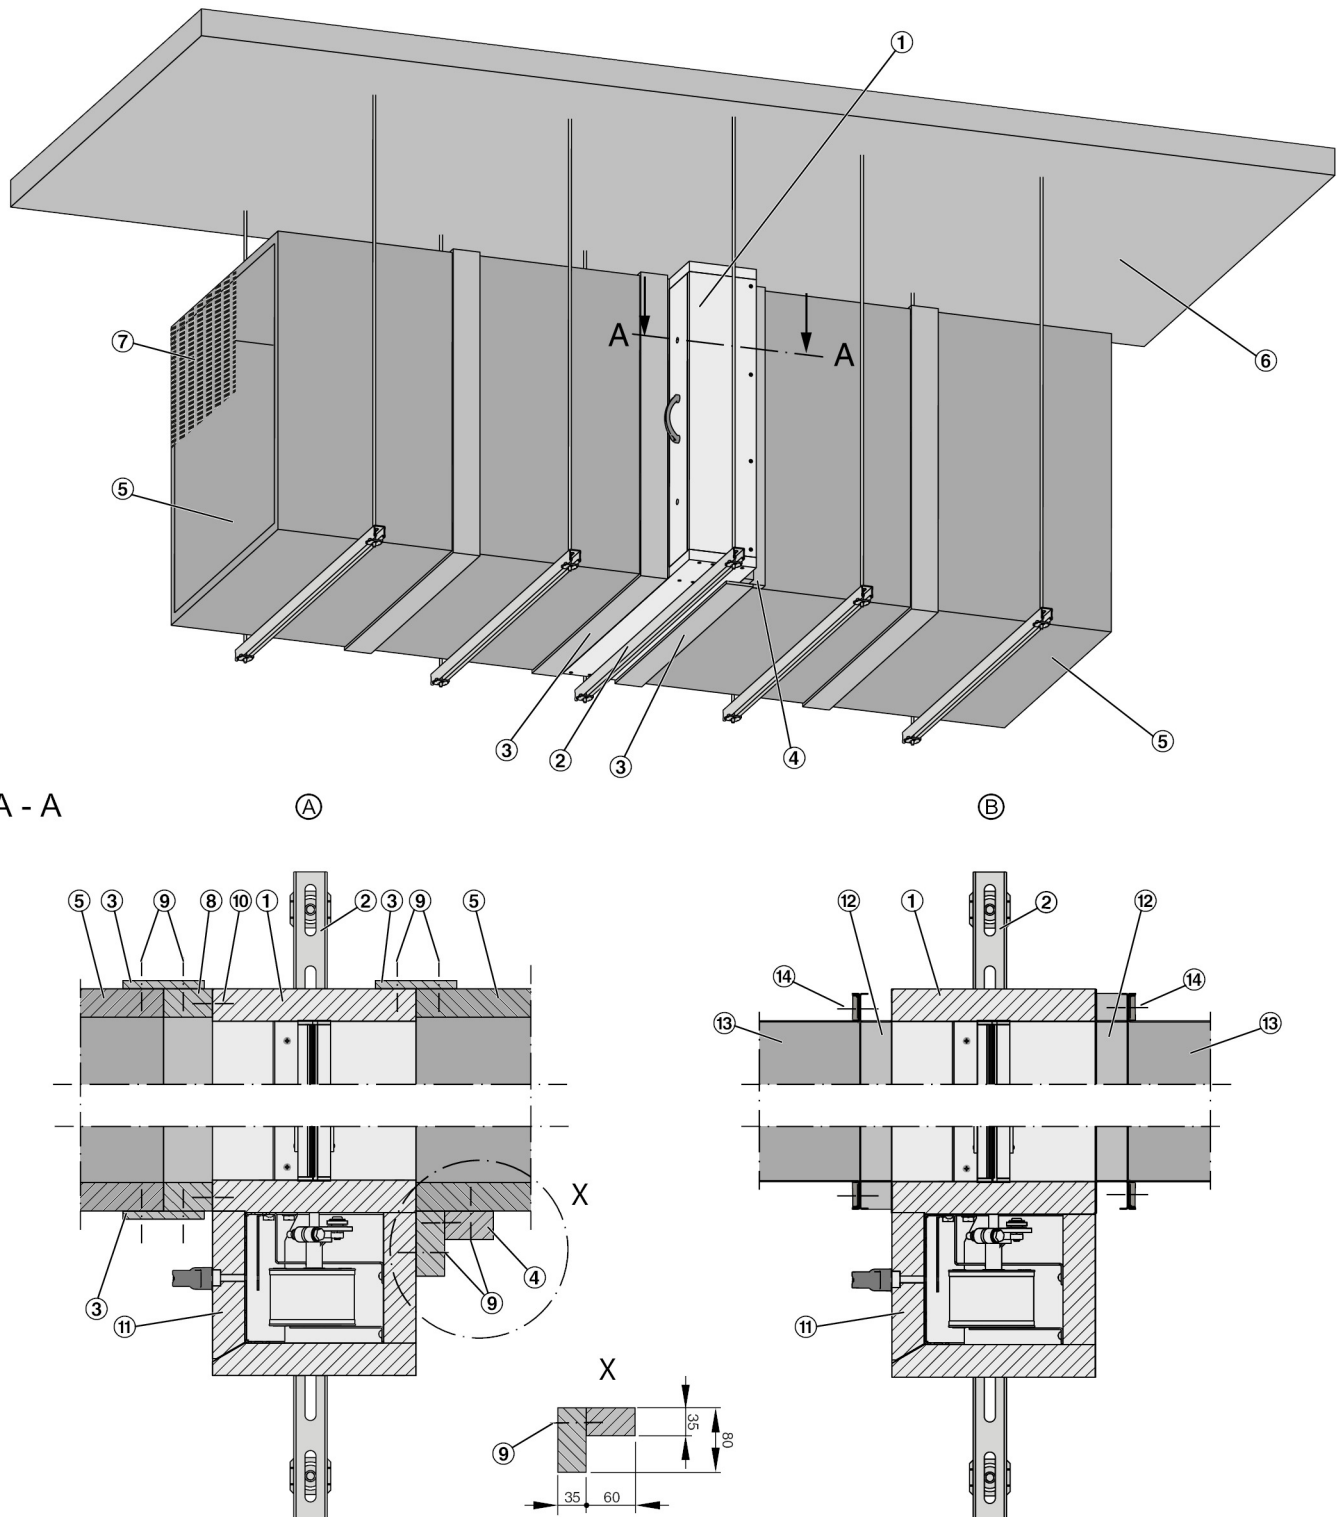

Abb. 32: Einbau in einer horizontalen Entrauchungsleitung
- Die Antriebskapselung muss nach dem Einbau für Wartungsarbeiten zugänglich bleiben (Deckel ( Abb. 32 /11)).
1. ▶ Anschlussrahmen ( Abb. 32 /8) aus PROMATECT®-LS-Brandschutzbauplatte d = 35 mm x 60 mm oder gleichwertig (kundenseitig) in benötigter Länge herstellen. Mit Schnellbauschrauben ( Abb. 32 /10) an der Bedienseite der Entrauchungsklappe anbringen. Schraubverbindung ( Abb. 32 /10) umlaufend 6 x 100 mm ( vorbohren  $\varnothing 4 \text{ mm}$ , Schrauben mittig anordnen, Schraubabstand  $\leq 250 \text{ mm}$ , Randabstand H-Teil 80 mm, B-Teil 60 mm. Schraubenköpfe versenken!
4. ▶ Zwischen Antriebskapselung und Entrauchungsleitung einen Riegel ( Abb. 32 /4) anbringen.
5. ▶ Verbindungsstreifen ( Abb. 32 /3) zwischen Entrauchungsleitung und Entrauchungsklappe herstellen ☞ 6 „Entrauchungsleitung und Abschlussgitter“ auf Seite 65 .
1. ▶ Entrauchungsklappe ( Abb. 32 /1) mit beidseitigen Anschlussrahmen (optional ( Abb. 32 /12)) abhängen ☞ 5.9 „Entrauchungsklappe abhängen“ auf Seite 64 .
2. ▶ Entrauchungsleitung ( Abb. 32 /13) beidseitig bis an die Entrauchungsklappe heranführen und abhängen.
3. ▶ Entrauchungsleitung mit Verschraubung ( Abb. 32 /14) am Anschlussrahmen verschrauben.